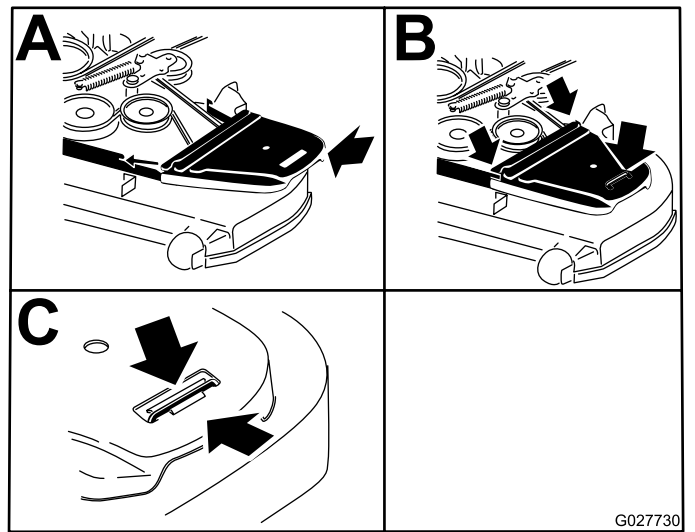

Figura 64
15. Instale las cubiertas de la correa (Figura 64).